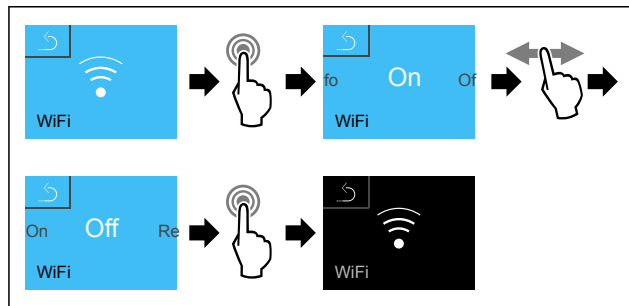

Fig. 97
- ▶ Eseguire i passaggi (vedere Fig. 97).